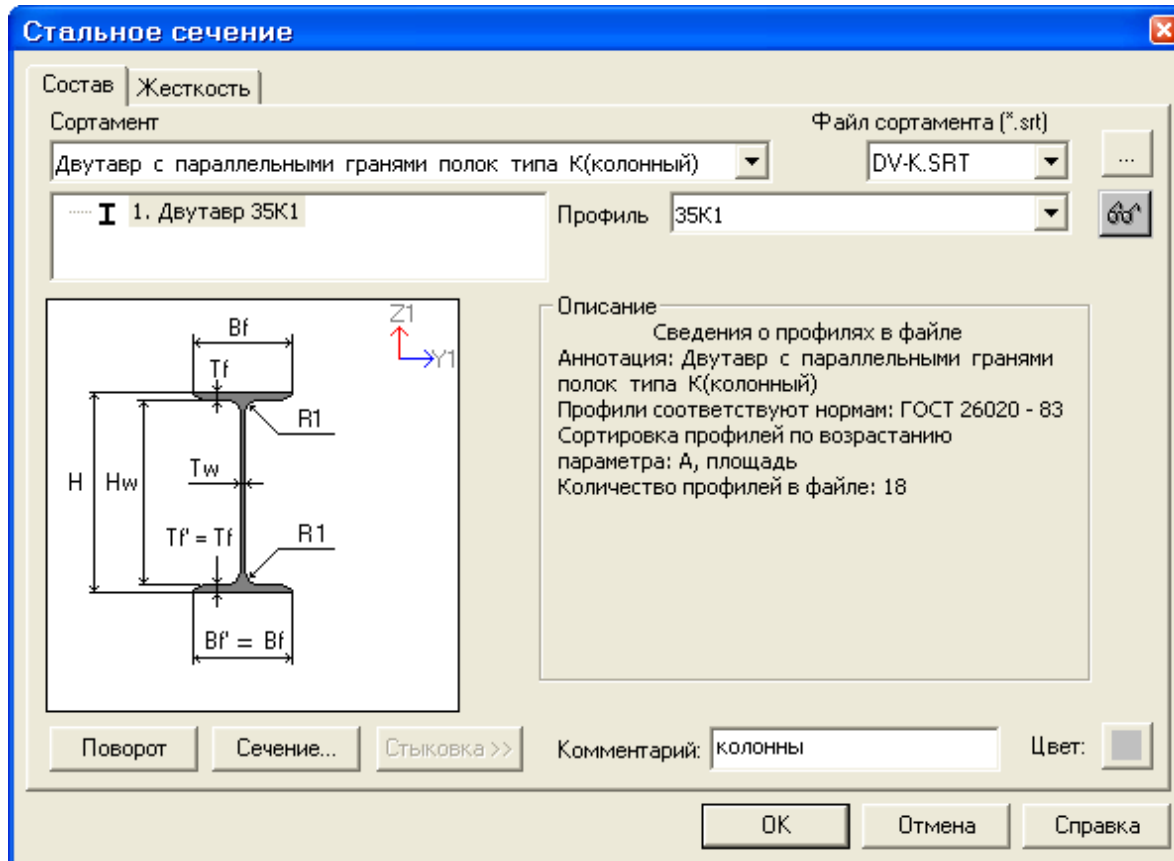

Рис.12.11. Диалоговое окно Стальное сечение
- В диалоговом окне **Стальное сечение** задайте параметры сечения **Двутавр** (рис.12.11):